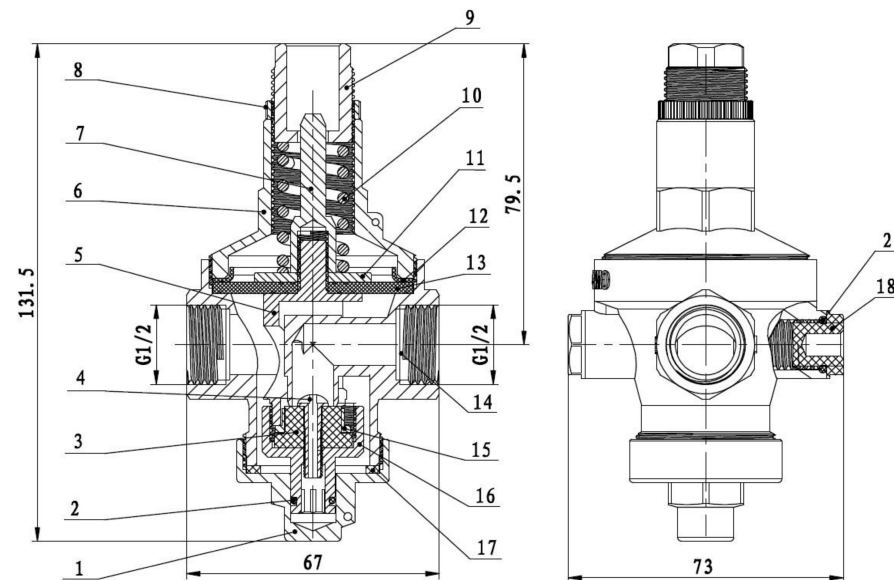

Рис.1
- 2.13 Габариты и присоединительные размеры приведены на Рис. 1.
- 2.14 Наименование деталей позиций (см. Рис.1) и материалы приведены в Таблице 1.